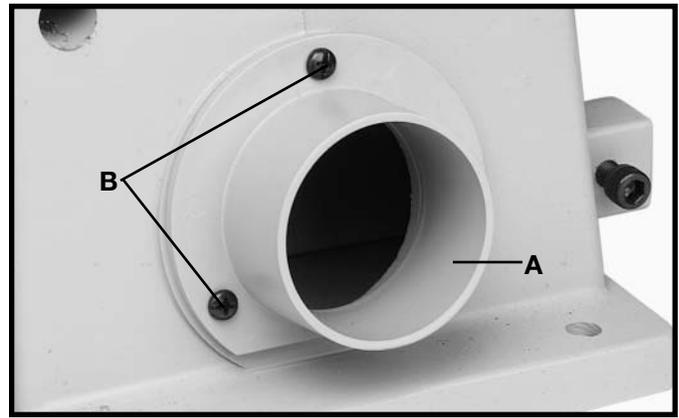

Fig. 13
Alignez les trois trous de la goulotte à poussière (A) fig. 13, avec les trois trous se trouvant sur le côté gauche de la base de la ponceuse. Mettez une rondelle plate M5,3 sur la vis à tête cyl. large M5 x 0,08 x 10 mm (B) fig. 13, et insérez la vis dans le trou de la goulotte à poussière et vissez-la dans le trou taraudé de la base de la ponceuse. Répétez ce processus pour les deux autres trous.